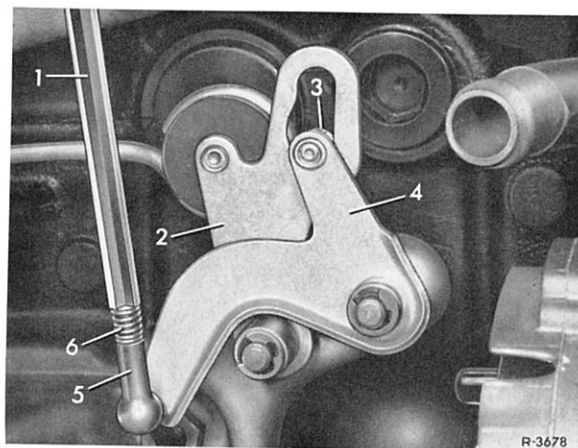

Bild 00-20/2
Beide Kugelköpfe (5) an der Regulierstange (1) soweit hineindreihen, bis die Druckfedern (6) ganz zusammengedrückt sind. Regulierstange einhängen und so einstellen, daß die Rolle (3) im Kulissenhebel (2) spannungsfrei im Endanschlag ist (Bild 00-20/2).